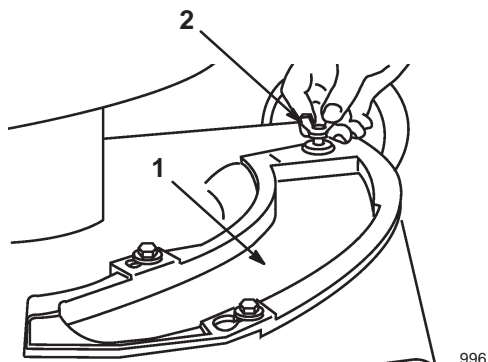

Figure 35
2. Enlevez la vis papillon qui fixe la plaque d'obturation au carter (Fig. 35).
3. Enlevez la vis papillon qui fixe le déflecteur de broyage au carter (Fig. 35).
3. Enlevez la vis papillon qui fixe la plaque d'obturation au carter (Fig. 35).